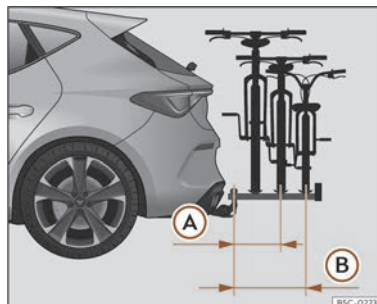

Fig. 197 Representación esquemática do saínte máximo da carga nun portabicicletas para dúas ou tres bicicletas.
O saínte máximo non deberá superar, no caso dos portabicicletas de dúas bicicletas, os 500 mm dende o centro do cabezal esférico ata o centro do carril do último soporte >>> **fig. 197 (A)**. No caso dos portabicicletas de tres bicicletas, non se deberán superar os 700 mm >>> **fig. 197 (B)**.